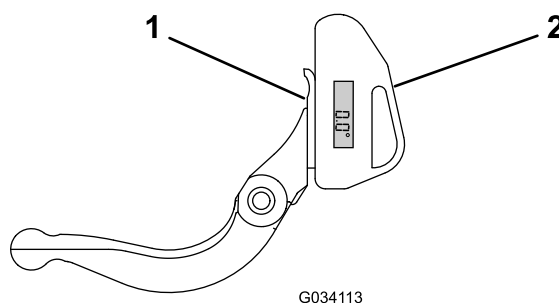

Figura 27
1. Posizionate il goniometro sul lato inferiore della controlama, come illustrato nella Figura 27.